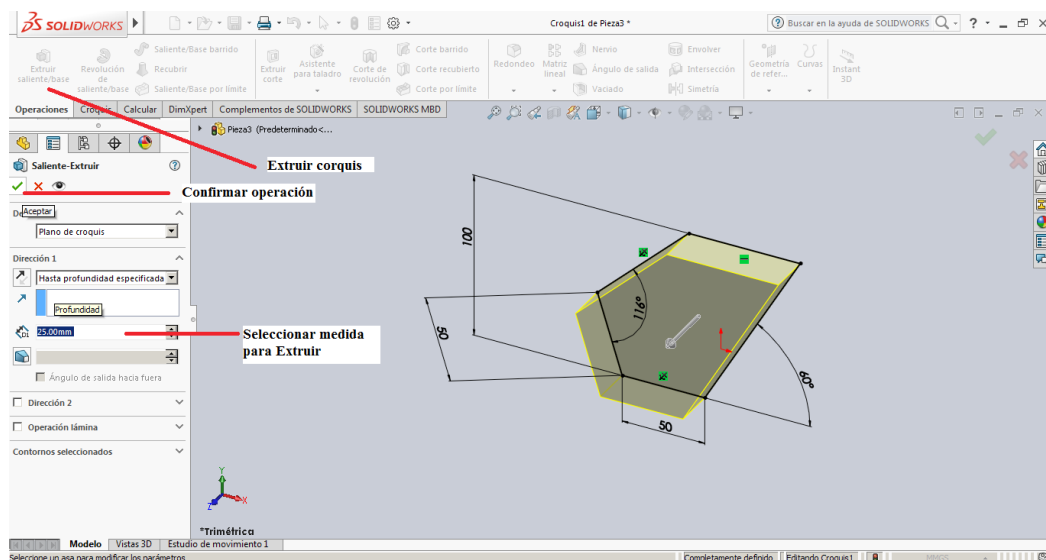
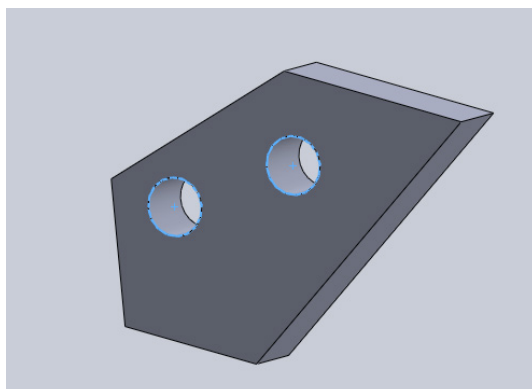

Figura 1-23
Figura 1-24
11. Haga click en la pestaña de Operaciones, en la herramienta Extruir Saliente/ Base, y defina la profundidad que desea para la figura 3D. En este ejemplo, se ingresó una profundidad de 25 mm como se puede apreciar en la figura 1-23.
Existen formas diferentes de crear agujeros con SolidWorks. El software se caracteriza por contar con una herramienta especializada para realizar los agujeros se crean usando la herramienta Asistente para Taladrado. Asistente para Taladrado esta herramienta se explicara en el capítulo relacionado con Operaciones. Para el desarrollo de este capítulo se realizara una introducción, para lo cual se crearán dos agujeros usando las herramientas de Círculo y la operación Extruir Corte. Se creará un círculo y luego cortar a través de las operaciones de forma 3D. Es importante resaltar que para la realización de este tipo de figuras se realizara la edición sobre una de las caras de la figura anterior (Figura 1-23) y se perforara las dos circunferencias dibujadas sobre la cara frontal, en la figura 1-24 se puede apreciar el resultado final del procedimiento a realizar.